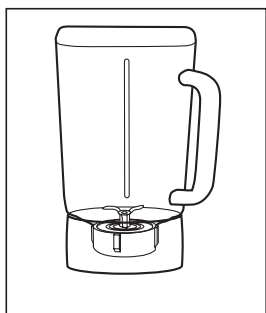

FIGURE 3
4. Poser l'anneau de serrage fileté par dessus la lame et l'ouverture du récipient, et le resserrer en le faisant tourner dans le sens des aiguilles d'une montre (Figure 3).